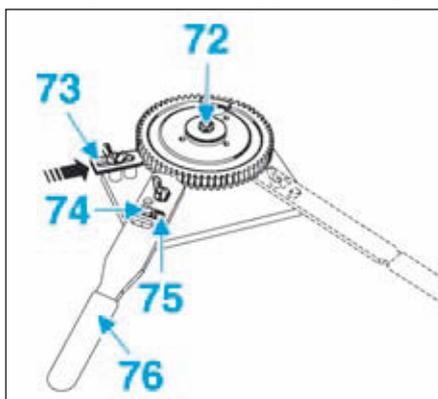

FIG.80
- Pousser le secteur denté (70) vers la droite, puis immobiliser le pignon à l'aide du papillon (71).
- Reposer un pignon de pompe à haute pression neuf. Bloquer la vis (72) et le papillon (73) (Fig.80).